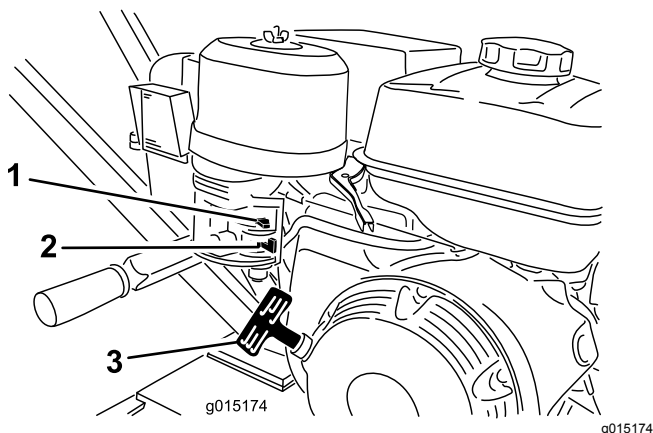

Figura 9
1. Mueva la válvula de combustible a la posición de ABIERTO, totalmente hacia la derecha (Figura 9).
2. Mueva la palanca del estérter a la posición de ABIERTO (Figura 9).
5. Tire suavemente de la cuerda del arrancador de retroceso hasta que note resistencia, luego tire con fuerza (Figura 9). Deje que el arrancador de retroceso vuelva lentamente a su posición inicial.